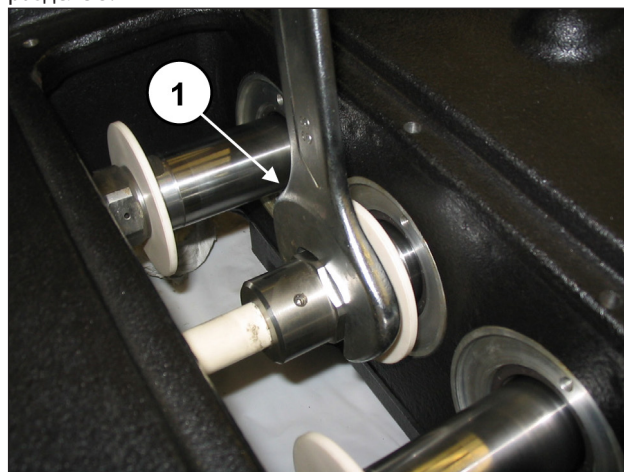

Рис. 101
Прикрутите три поршня (поз. ①, Рис. 101) и откалибруйте рожковым динамометрическим ключом, как указано в разделе 3.